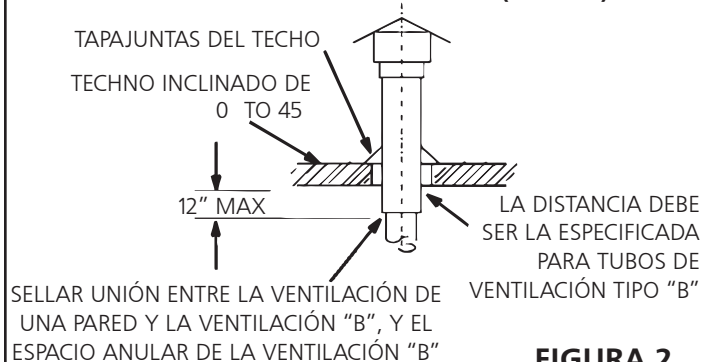

FIGURA 2
- Estados Unidos:** Los calefactores MHU deben usarse con chimeneas aprobadas por NFPA o ANSI, ventilaciones de gas tipo B-1 aprobadas por U.L., tuberías metálicas de una sola pared o con un sistema de revestimiento de chimenea para ventilación de gas cuando corresponda, así como con las modificaciones y limitaciones enumeradas en la **figura 2**. Selle los materiales de ventilación de una sola pared de acuerdo con la sección **A - Recomendaciones generales y requisitos**.
8. Cuando la terminación pase por una pared exterior combustible, hay que sujetar la ventilación utilizando un guardacabo con la separación indicada. Selle la conexión entre los conductos de una sola pared y de doble pared, y el espacio anular del conducto de doble pared como se muestra en la figura 2. El borde interno de la T de la terminación de ventilación debe estar a por lo menos 12" de la pared exterior, como se muestra en la **figura 3**.